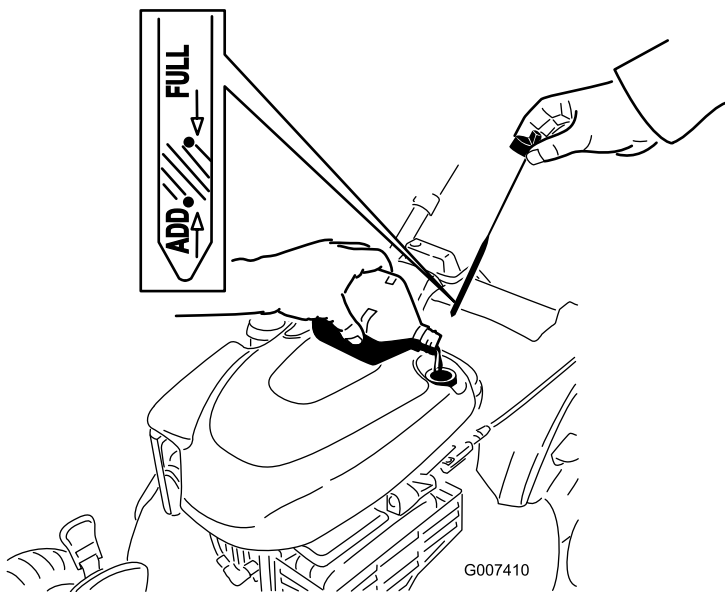

Figura 44
12. Retire la varilla y observe el nivel de aceite; consulte Figura 44.